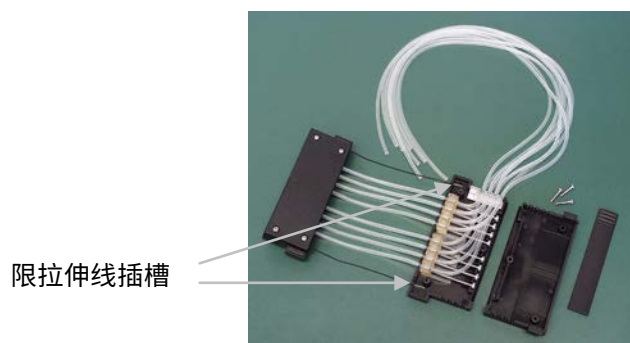

图 5-46. 校准螺钉已紧固
11. 将限拉伸线插入其分液盒上部的插槽 (图 5-46)。